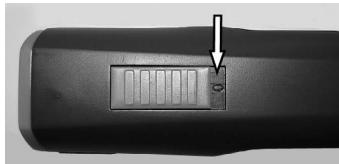

図 4 スイッチOFF位置 (0)
2. バリカンのスイッチがOFFの位置(0)である事を確認してください(図4)。
1. スイッチを「0」の位置にします(図4)。